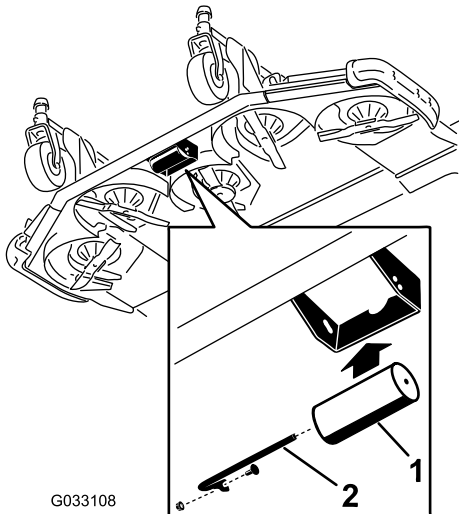

Рисунок 42
2. Совместите валик с верхними отверстиями и установите ось, закрепив при помощи винта и гайки (Рисунок 42).